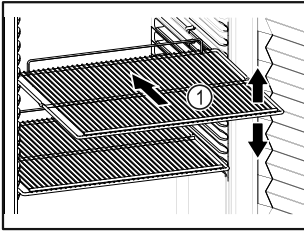

Fig. 56
- Wenn Abstellroste Fig. 56 (1) versetzbar sind, je nach Höhe anpassen.